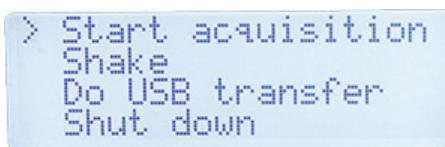

Figura 4-6 Menú
1. Active su analizador BTX III, configurado con la LAN inalámbrica, y espere hasta que el menú aparezca (ver Figura 4-6 en la página 70).